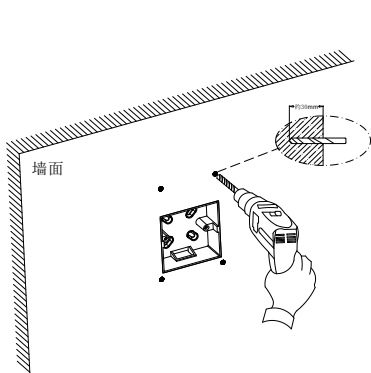

图 3-1
- 1、用冲击钻装6毫米钻头在上一步所做的记号处打四个孔，深度约30mm，如图3-1所示